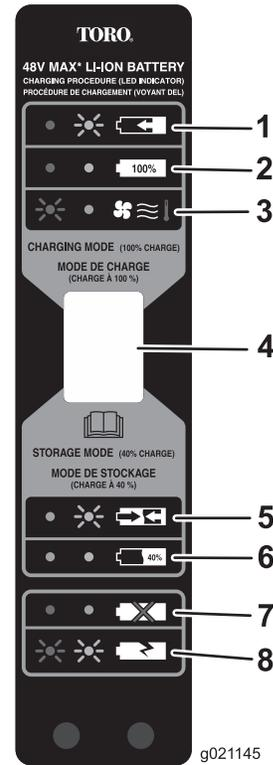

Figura 3
5. Consulte Figura 3 para interpretar los indicadores LED del cargador de la batería.
Utilice el modo de almacenamiento (Figura 3) si la batería no se va a utilizar durante 12 meses o más.
4. Cuando la batería esté preparada para el almacenamiento (Figura 3), retire la batería del cargador.